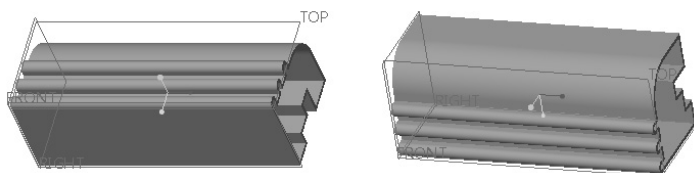

图 6-161 原始实体模型
1) 单击  (打开) 按钮，弹出“文件打开”对话框。从随书光盘中的 CH6 文件夹中选择“bc_6_xschr_ty.prt”文件，单击“打开”按钮。该文件中的原始实体模型如图 6-161 所示。